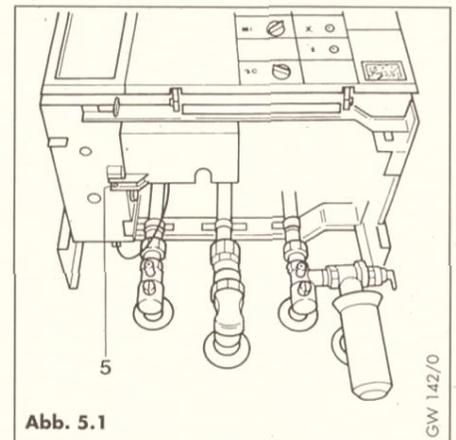
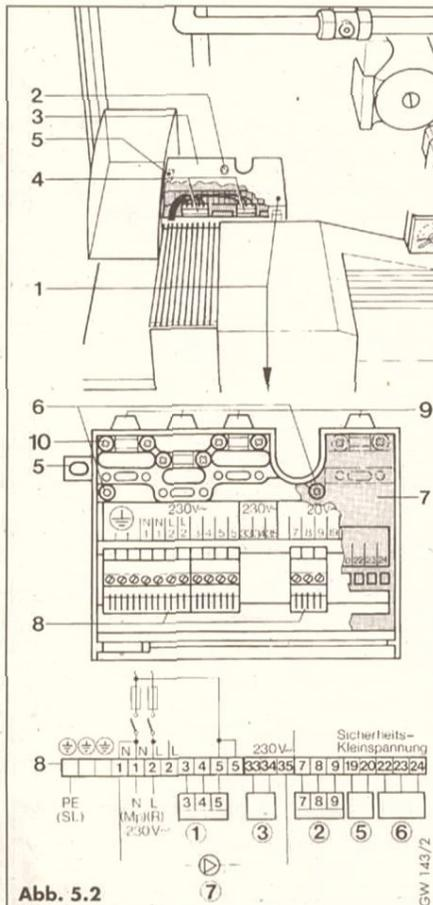
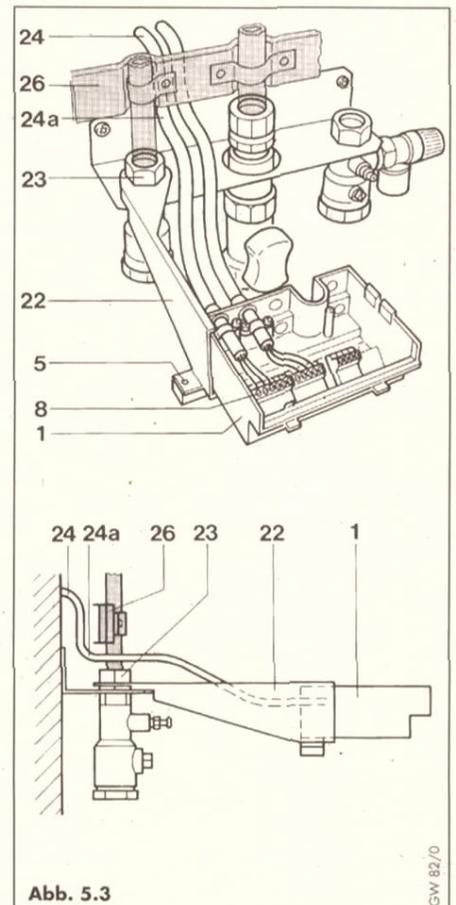

Abb. 5.1
Abb. 5.2
Abb. 5.3
Netzanschluß des Gerätes und Anschluß von externen Regelgeräten im Anschlußkasten (1, Abb. 5.2 und 5.3) vornehmen.
- Schraube (2) lösen und Deckel (3) abnehmen (Abb. 5.2).
- Die drei Stecker (4) abziehen.
- Anschlußkastenbefestigung (5) an Geräteunterseite lösen und Anschlußkasten herausnehmen (Abb. 5.1).
- Schrauben (6) lösen und innere Abdeckung (7) abnehmen (Abb. 5.2). Abstandshalter (22) am Wartungshahn (23) befestigen (Abb. 5.3).
- Anschlußkasten (1) mit Schraube (5) am Abstandshalter befestigen.
- Anschlußleitungen (24) auf ca. 50 cm Länge ab Wandauslaß zuschneiden und abisolieren.
- Anschlußleitungen mit einer Schleife (24a) gemäß Abbildung 5.3 verlegen. Schleife (24a) ist erforderlich, damit die anschließende Geräteinstallation nicht durch die Gerätetraverse (26) behindert wird.
- Anschlußverdrahtung an Klemmleiste (8) gemäß Anschlußschema vornehmen.
- Anschlußleitungen nach Klemmenanschluß mit den zugehörigen Zugentlastungen (10) sichern.
- Anschlußkasten von dem Abstandshalter (22) abschrauben.
- Innere Abdeckung (7, Abb. 5.2) wieder befestigen und falls Geräteinstallation nicht unmittelbar vorgenommen wird, Deckel (3) aufsetzen und mit Schraube (2) festschrauben.
Legende zu Abb. 5.1 bis 5.3
- Nach erfolgter Geräteinstallation Anschlußkasten von unten in Gerät einbauen, und von Geräteunterseite mit der Befestigung (5) anschrauben.
- Die drei Stecker (4, Abb. 5.2) wieder einstecken (Hauptschalter muß auf „0“ stehen!).
- Deckel (3) aufsetzen und mit Schraube (2) festschrauben.